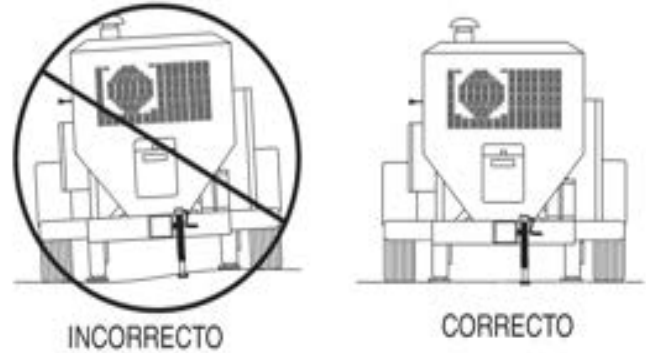

Figura 17. Despliegue del estabilizador trasero
3. Coloque ambos estabilizadores en firme (no sueltos) **nivelados** (Figura 17).